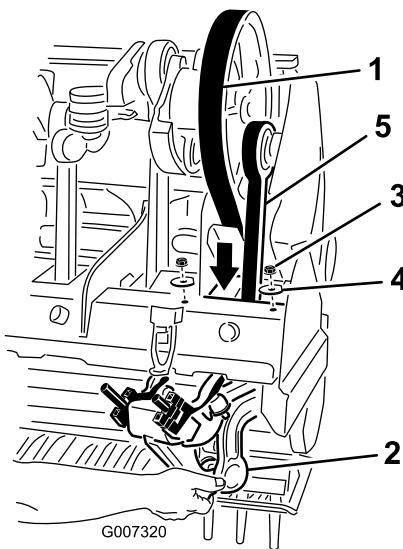

Figura 39
- Desaperte e retire as 2 porcas de bloqueio e anilhas que fixam o amortecedor rotalink no braço n.º 1 (Figura 39).
- Passe a correia de transmissão para baixo através da estrutura da cabeça de perfuração e em torno da extremidade inferior do braço N.º 1 (Figura 39).